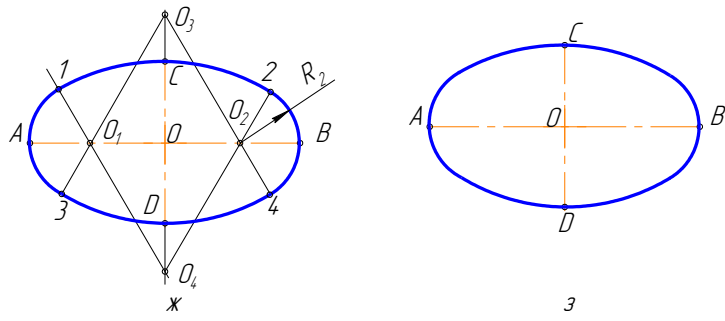

Рисунок 3.17 – Построение овала по двум осям:
Последовательность построений овала по двум осям (рисунок 3.17)
1. Заданы большая  $AB$  и малая  $CD$  оси овала (рисунок 3.17а)
3. Отрезок  $AM$  между этими точками делим пополам, и от точки, расположенной в середине этого отрезка восстанавливаем перпендикуляр до пересечения с осями овала в точках  $O_1$  и  $O_4$  (рисунок 3.17 в).
4. Строим точки, симметричные точкам  $O_1$  и  $O_4$ , получаем  $O_2$  и  $O_3$  (рисунок 3.17 г).
5. Проводим линии центров  $O_1O_3$ ,  $O_1O_4$ ,  $O_2O_3$ ,  $O_2O_4$  (рисунок 3.17д).
6. Из центра  $O_4$  проводим дугу радиусом  $R_1=O_4C$  до пересечения с линиями центров  $O_4O_1$  и  $O_4O_2$  в точках 1 и 2. Аналогично находим точки 3 и 4 (рисунок 3.17 е).
7. Замыкающие дуги овала проводим из центров  $O_1$  и  $O_2$  радиусом  $R_2=O_1A$  (рисунок 3.17 ж).